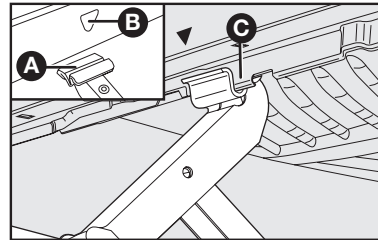
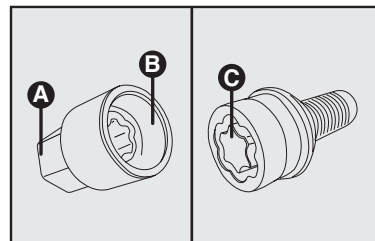

fig. 4
fig. 12
3) Coloque el crique en el símbolo ▼ **B**-fig. 4 cerca de la rueda que va a cambiar y asegúrese de que la ranura **A** del crique esté bien introducida en el larguero **C**.
Algunas versiones poseen dispositivo antirrobo para las ruedas, con un tornillo especial **C-fig. 12** y una llave específica **A-fig. 12**.
Para sacar el tornillo especial, encajar la extremidad **B-fig. 12** de la llave en el encaje **C-fig. 4** del tornillo especial de sujeción de la rueda. En la extremidad de la llave se debe encajar la llave de rueda suministrada con el vehículo.